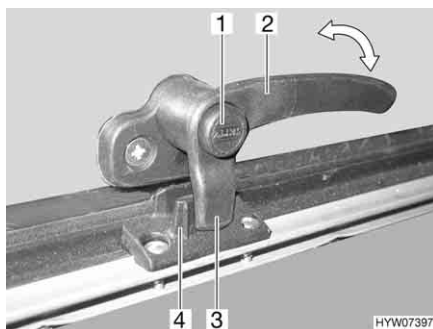
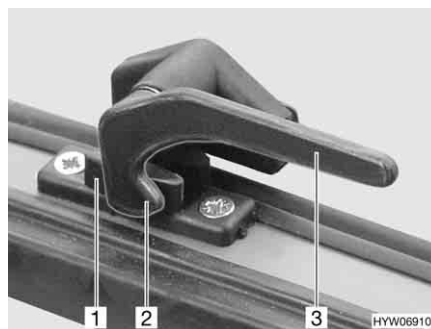

Fig. 47 Levier de verrouillage avec bouton de sécurité en position "Fermé"
Fig. 48 Levier de verrouillage en position "Fermé"
- S'il existe, appuyer sur le bouton de sécurité (Fig. 47,1) et le maintenir enfoncé.
- Tourner le levier de verrouillage (Fig. 47,2 ou Fig. 48,3) d'un quart de tour vers le centre de la fenêtre.
- Tourner le levier de verrouillage (Fig. 47,2 ou Fig. 48,3) d'un quart de tour vers le cadre de la fenêtre. Le tenon de verrouillage (Fig. 47,3 ou Fig. 48,2) du levier de verrouillage repose complètement sur le côté intérieur du verrouillage de fenêtre (Fig. 47,4 ou Fig. 48,1).
- En position "Fermé" (Fig. 47 et Fig. 48)